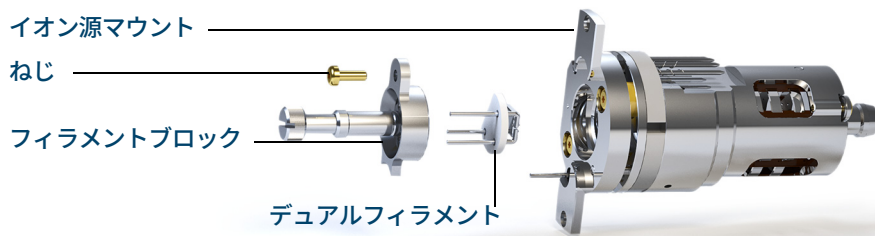

図 56 デュアルフィラメントの交換
- 4 フィラメントブロックをイオン源マウントに固定しているねじを外します。(図 56 を参照してください)。
- 2 デュアルフィラメントの3本のピンをフィラメントブロックの背面に挿入します。(170 ページの図 56 を参照してください)。